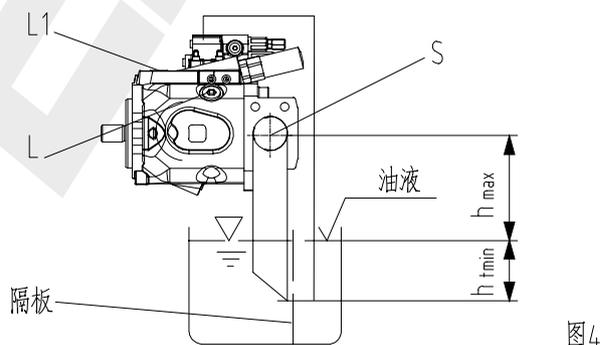

图4
b) 如最低油液面位于或低于泵的上界面: 如图4所示对油口“L”和“S”进行布管。堵住“L1”。条件符合 1.2.1.
a) 高于油箱的安装图4, 条件符合 1.2.1.